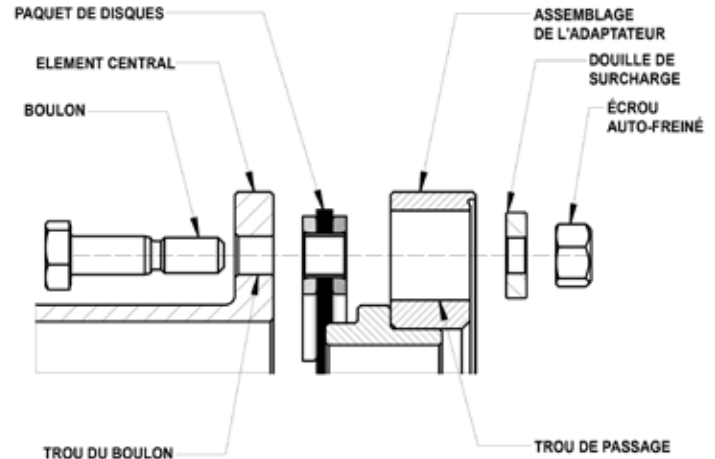

Figure 11B
9.7 Insérez tous les boulons restants par les trous de boulons du membre central et le paquet de disques comme indiqué sur la figure 11B.